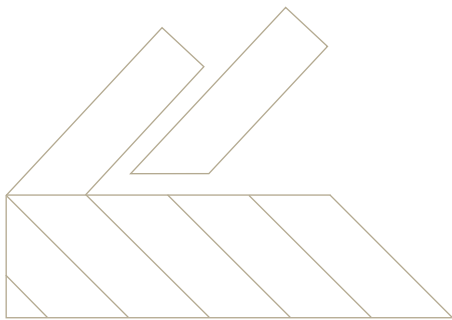

Abb. 16: Festkleben anstoßender Reihen.
- Danach wird die nächste Reihe auf entsprechende Weise bearbeitet und verklebt. Siehe Abb. 16.